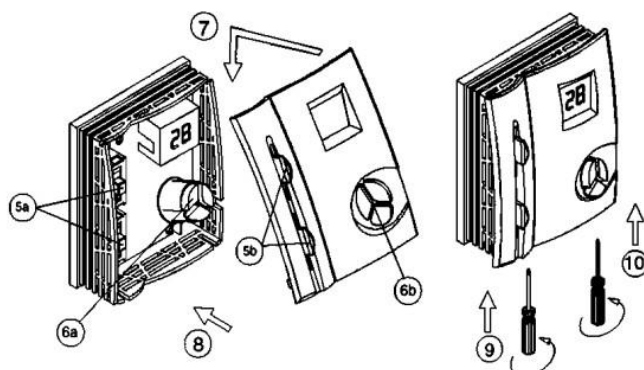

Рис. 2
- Закрепить пульт на стене, собрать пульт управления (рис.2).